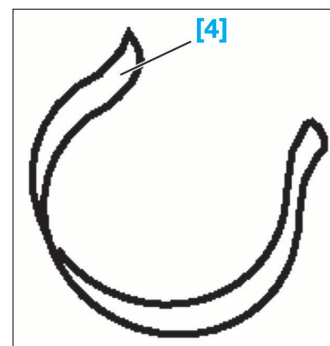

FIG. 21
- [4]. Outil de maintien de la courroie de distribution (Fig.21).
- Mettre en place sur la roue dentée de vilebrequin un collier en plastique [4] (outil 0132-AK) permettant de maintenir la courroie sur celle-ci (Fig.21).